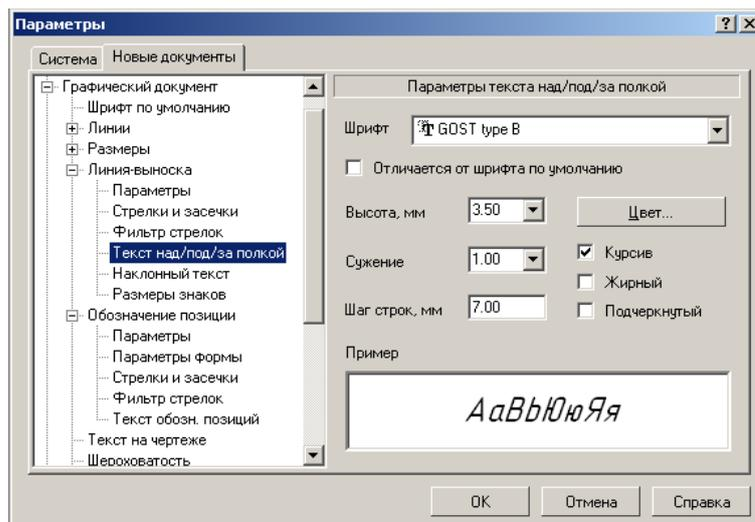

Рис. 15.11.
6. Выберите следующие параметры различных текстовых надписей в графическом документе (рис. 15.11):